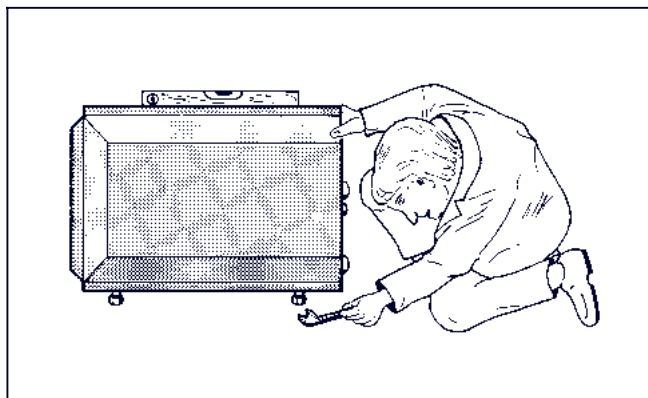

Рис. 4
- Установить бойлер при помощи установочных болтов-ножек с легким наклоном назад (рис. 4).